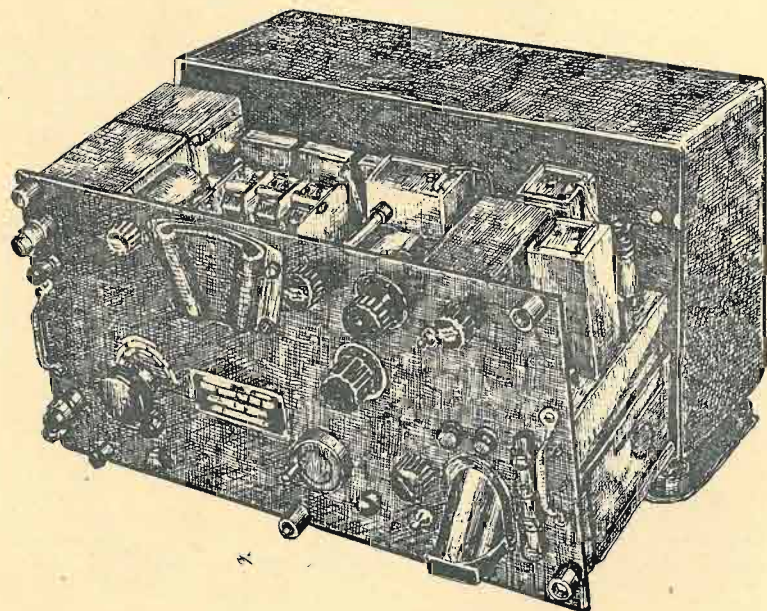

Fig. 6 — Il ricevitore BC-312(*).
a. RICEVITORE BC-312-() (fig. 6). Per la descrizione completa del ricevitore BC-212-() si consulti la pubblicazione TM 11-850.